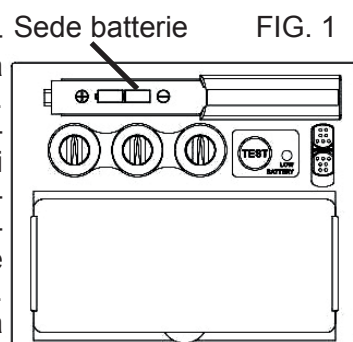

FIG. 1
- Assemblate la maschera come illustrato nello schema di assemblaggio - Fig. 1 -.
- Quando la spia rossa "LOW BATTERY" si accende rimuovete il coperchietto della sede delle batterie e sostituitele immediatamente (Fig.1).